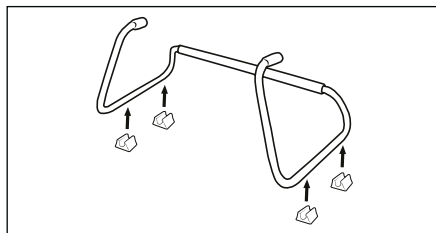

Fig. 1
- ◆ Fixați cele patru picioare suport ❷ pe suport ❶ (a se vedea fig. 1).